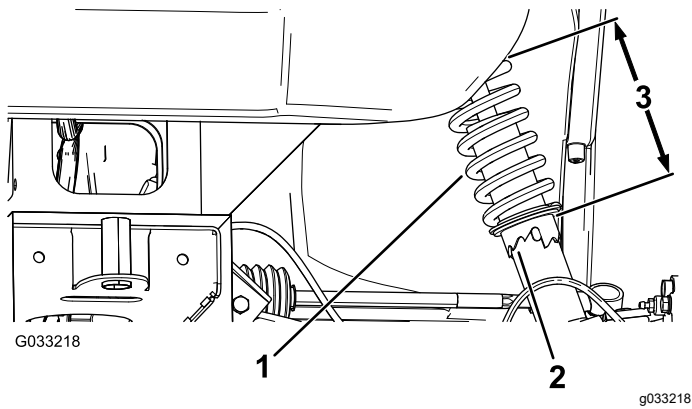

图 56
2. 如果车轮外倾角没有对齐请使用活络扳手将减震器上的锁止环旋转以对齐车轮图 56。